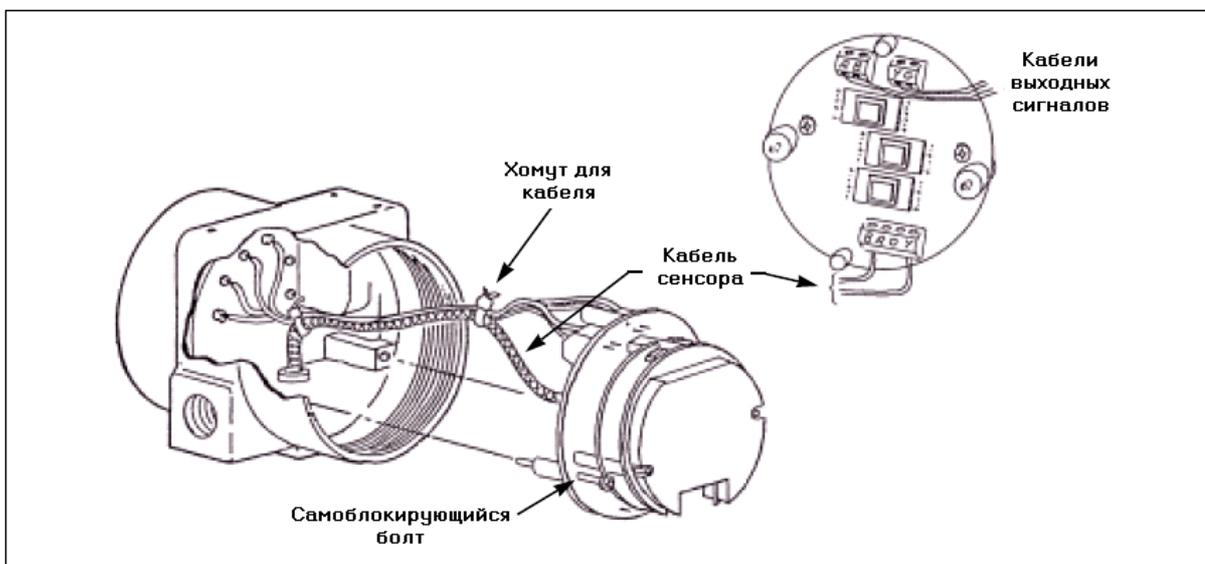

Рисунок 17. Соединения электронного модуля – VFM 3100 со стандартным температурным диапазоном (встроенный модуль электроники)
- Вынуть электронный блок из корпуса настолько, чтобы можно было отсоединить коричневый и желтый провода сенсора на клемнике с обратной стороны электронного модуля. Отсоедините четыре провода выходных сигналов (красный-синий, желтый-зеленый) на двух клемниках электронного модуля. См. рисунок 17.